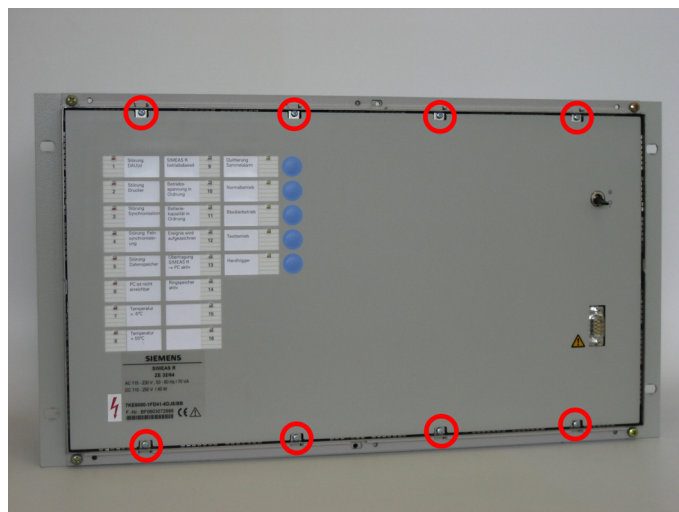

Bild 2-2 Frontplatte lösen
- Entfernen Sie die Schrauben am oberen Rand der Frontplatte. Die Schrauben am unteren Rand brauchen nur so weit gelöst zu werden, dass sich die Frontplatte leicht entfernen lässt (siehe Bild 2-2)